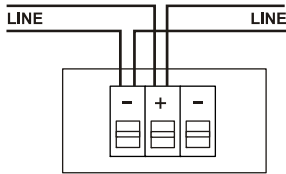

Fig. 4: Elektrischer Anschluss
1. Schließen Sie die Melderlinien gemäß Fig. 4 an:
1. Connect the detector lines in accordance with Fig. 4: